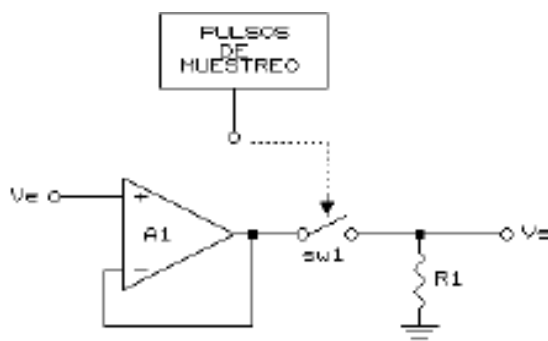

Figura. 1.2
- Arme el circuito de muestreo de la figura 1.2.
1. Con el circuito de la figura 1.2, fije la señal del generador de muestreo a 10 KHz de frecuencia y con un tiempo de apertura de 10 microsegundos.